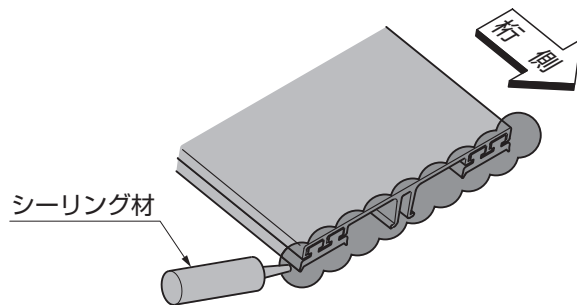

図16-6 垂木・妻垂木カバー
- ④垂木カバー、妻垂木カバーにシーリングをしてください。（図16-6参照）